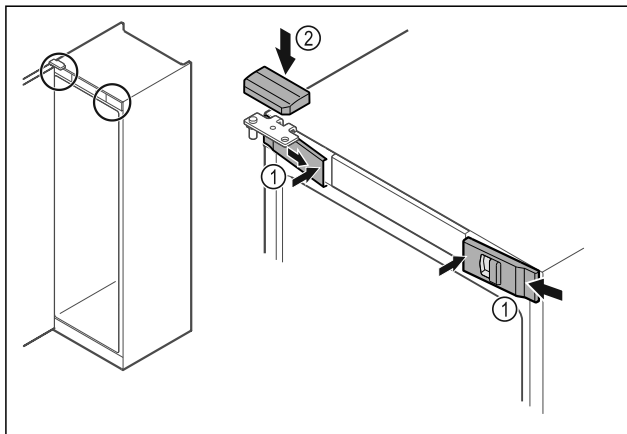

Fig. 41
- Voorste afdekkingen Fig. 41 (1) zijdelings aanbrengen en van binnen vastklikken.
- Bovenste afdekking Fig. 41 (2) van boven vastklikken.